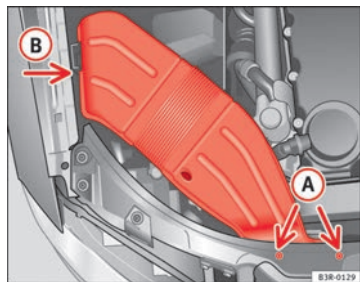

Abb. 201 Luftführungshutze an rechter Fahrzeugseite
- Drehen Sie die Schrauben **A** ⇒ Abb. 201 heraus.